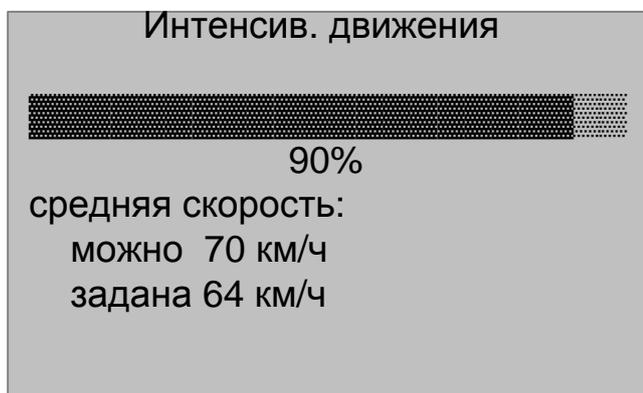

Рисунок 15
- В пункте меню «Настройки > Интенсивность движения» клавишами «→» и «←» установить процент желаемой интенсивности движения поезда от 0 до 100% (см. рис. 15), при этом происходит автоматическая корректировка расчетной средней скорости движения поезда в режиме «Автоведение».